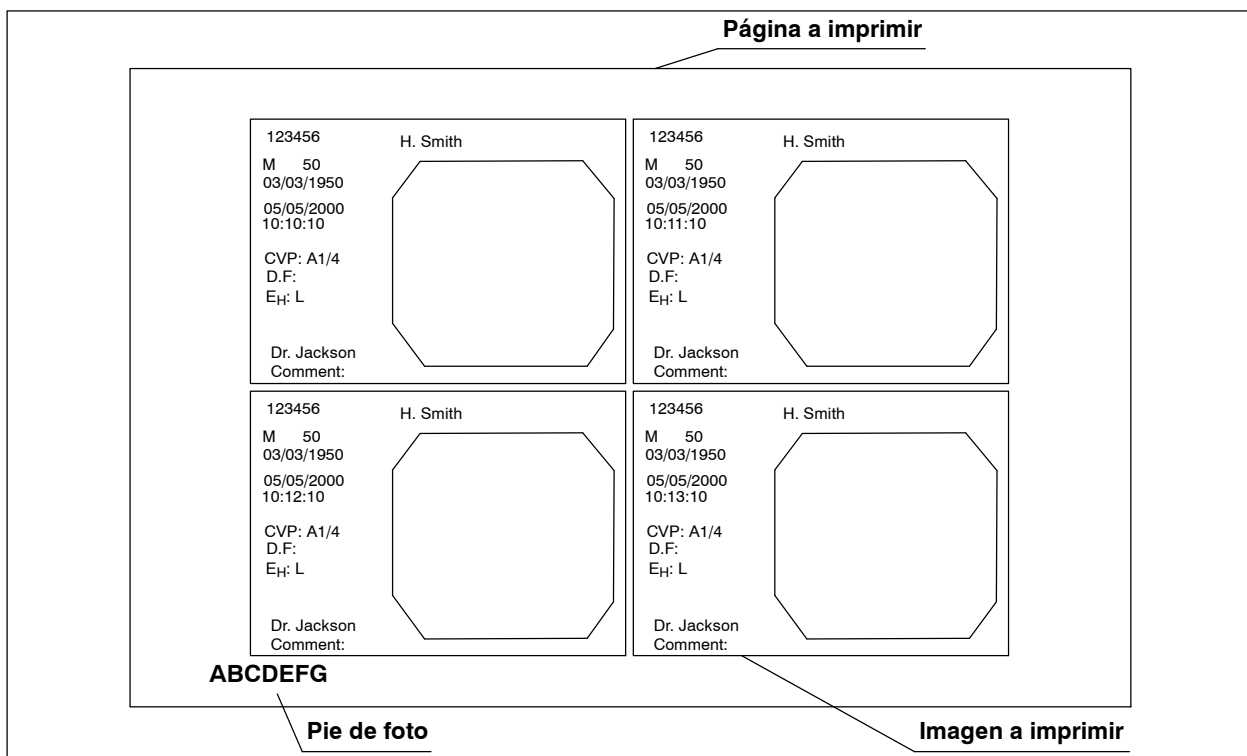

Figura 6.63
2. Pulse la tecla F11 (Print) en el teclado para imprimir la imagen. El pie de foto se imprimirá en el margen inferior de la página (ver figura 6.63).